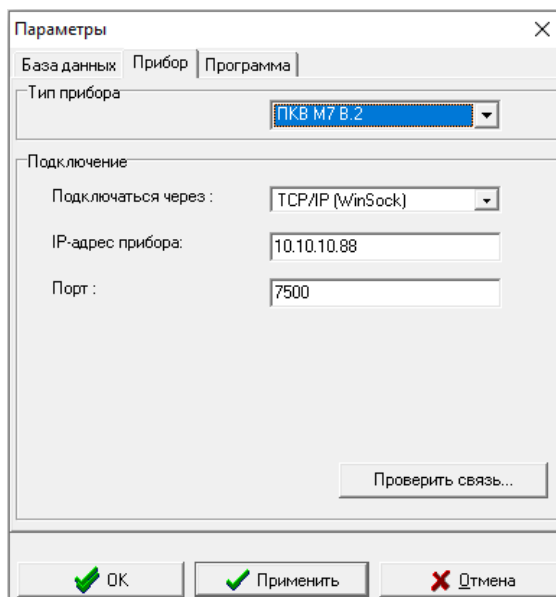

Рисунок 40 - Окно настройки параметров
3. В окне **Параметры** во вкладке **Прибор** выбрать **Тип прибора** ПКВ М7 В.2. **Подключаться через:** выбрать **TCP/IP (WinSock)** (рисунок 40). В поле **IP-адрес прибора:** указать IP-адрес и порт, которые установлены в приборе. После этого, нажать кнопку **Проверить связь...**